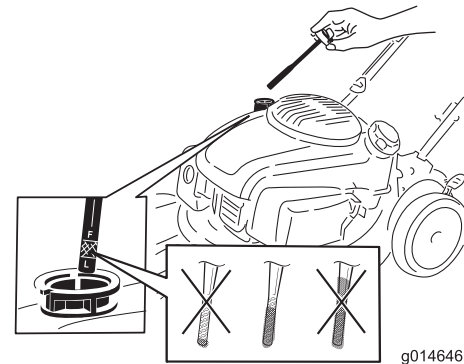

Figura 11
1. Retire la varilla, límpiela con un trapo, vuelva a colocarla en el tubo de llenado, **pero no la enrosque** (Figura 11).
2. Retire la varilla y compruebe el nivel de aceite (Figura 11). Si el nivel de aceite está por debajo de la marca Añadir de la varilla, vierta aceite **lentamente** por el tubo de llenado hasta que el nivel llegue a la marca de Lleno de la varilla. **No llene demasiado.** (Capacidad máxima: 0.53 l (18 onzas), tipo: 10W-30 o SAE 30, aceite detergente con clasificación de servicio API, SJ, o superior.)